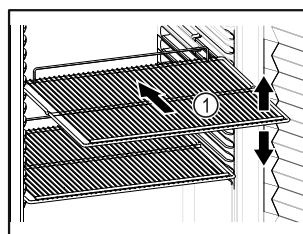

Fig. 47 Beispielhafte Darstellung
- Wenn Abstellroste *Fig. 47 (1)* versetzbar sind, je nach Höhe anpassen.